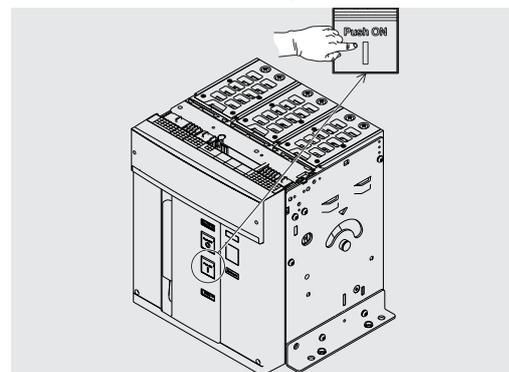

Figura 28
4. Chiusura - Premere il pulsante di chiusura "I - Push ON" come indicato in Figura 28.